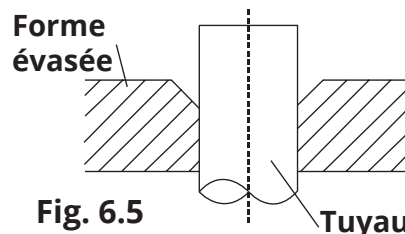

Fig. 6.5
5. Serrez la forme d'évasement sur l'extrémité du tuyau à évaser. L'extrémité du tuyau doit dépasser la forme évasée. Veuillez vous reporter à la **Fig 6.5** ci-dessous.